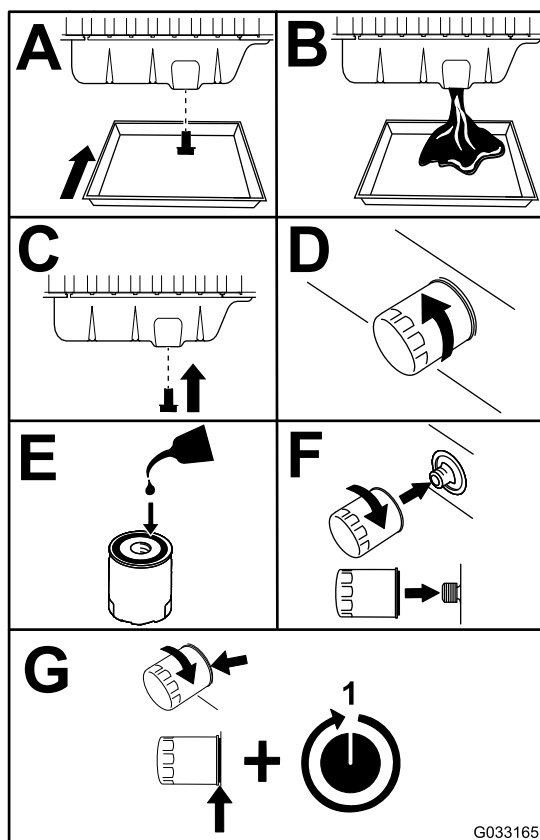

Figura 50
3. Cambie el aceite del motor y el filtro (Figura 50).